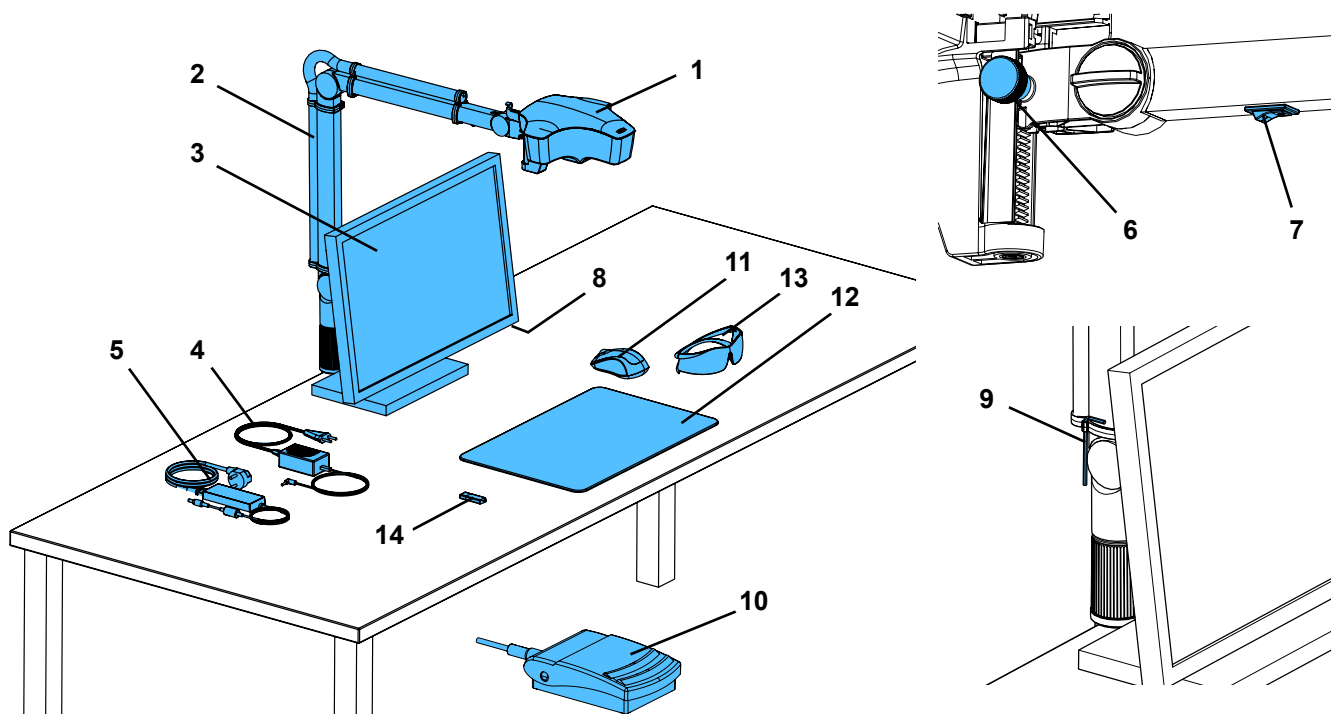

Abb. 1
- ⇒ Tischauflage (12, Abb. 1) auf Arbeitstisch legen.
⇒ Maus (11, Abb. 1) neben Tischauflage platzieren.
⇒ Fußschalter (10, Abb. 1) unter dem Tisch platzieren und Fußschalterkabel in Fußschalter einstecken.
- Befestigungsschraube am Kopfteil (31).
- mittlere Klemmschraube (32).
- Klemmschraube an Fußteil (33).
- Klemmschraube (34) mit beiliegendem Werkzeug (9, Abb. 1).
- Klemmschraube (35) mit beiliegendem Werkzeug (9, Abb. 1).